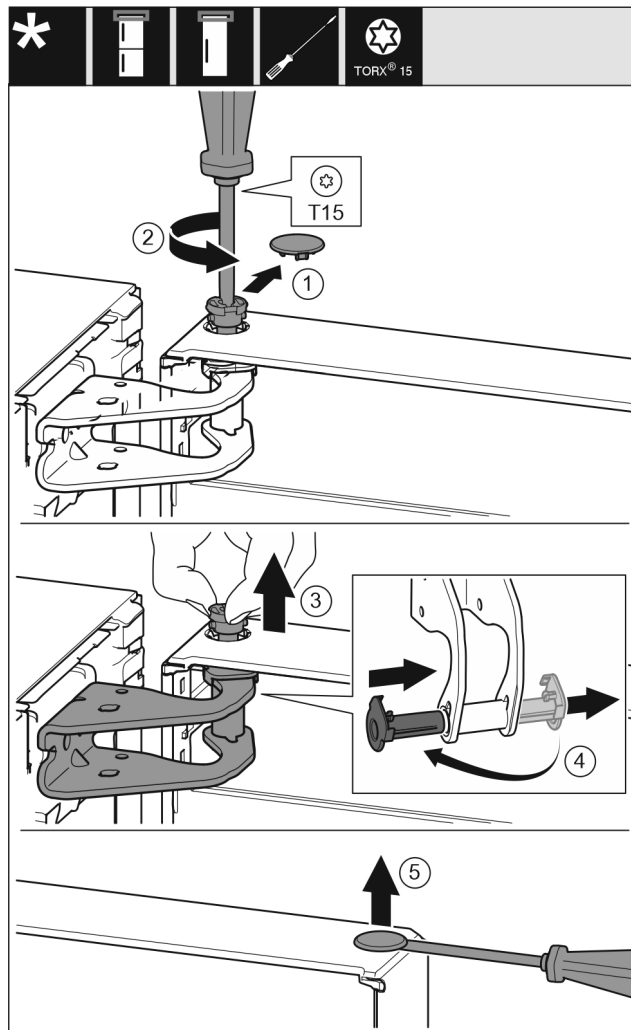

Fig. 6
- ▶ Oprezno skinite sigurnosni pokrov. Fig. 6 (1)
- ▶ Odvijačem T15 malo odvijte svornjak. Fig. 6 (2)
- ▶ Čvrsto držite vrata i prstima izvucite svornjak. Fig. 6 (3)
- ▶ Izvucite čahuru ležaja iz vodilice. Umetnite s druge strane i pustite da uskoči. Fig. 6 (4)
- ▶ Ravnim odvijačem oprezno podignite čep iz čahure ležaja vrata i izvucite ga. Fig. 6 (5)